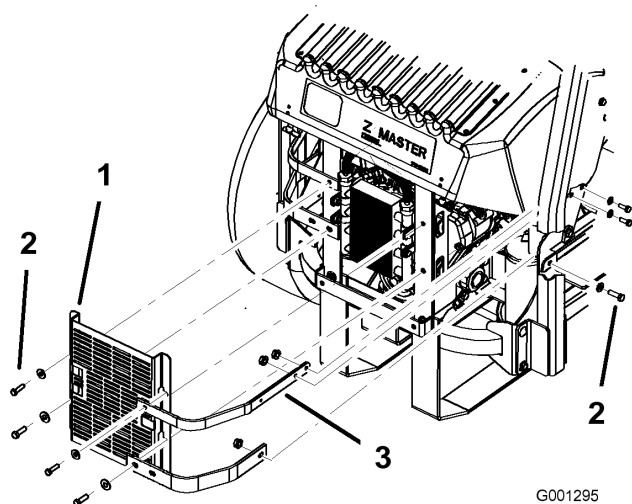

Figure 61
3. Enlevez les 4 boulons qui fixent l'écran du refroidisseur d'huile au bâti arrière (Figure 61).
4. Enlevez les 3 boulons qui fixent les barrettes du moteur au côté de la machine (Figure 61).
12. Montez l'écran du refroidisseur d'huile et les barrettes du moteur sur le bâti arrière au moyen des 4 boulons retirés précédemment (Figure 61).
13. Fixez les barrettes du moteur au côté de la machine (Figure 61).